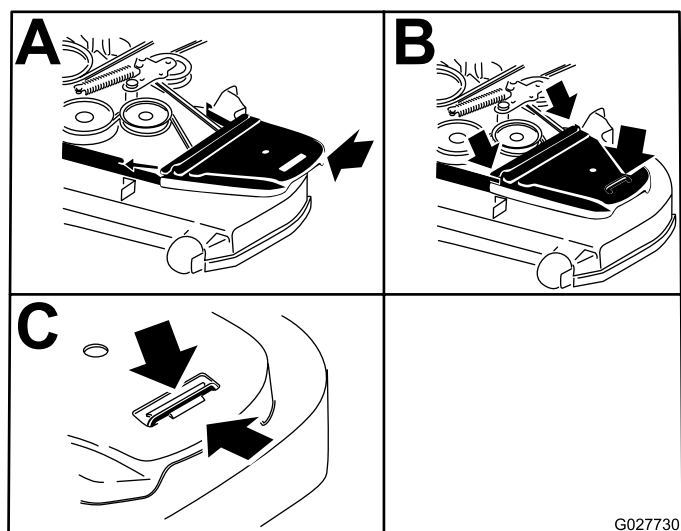

Figure 76
12. Posez les protège-courroies (Figure 76).